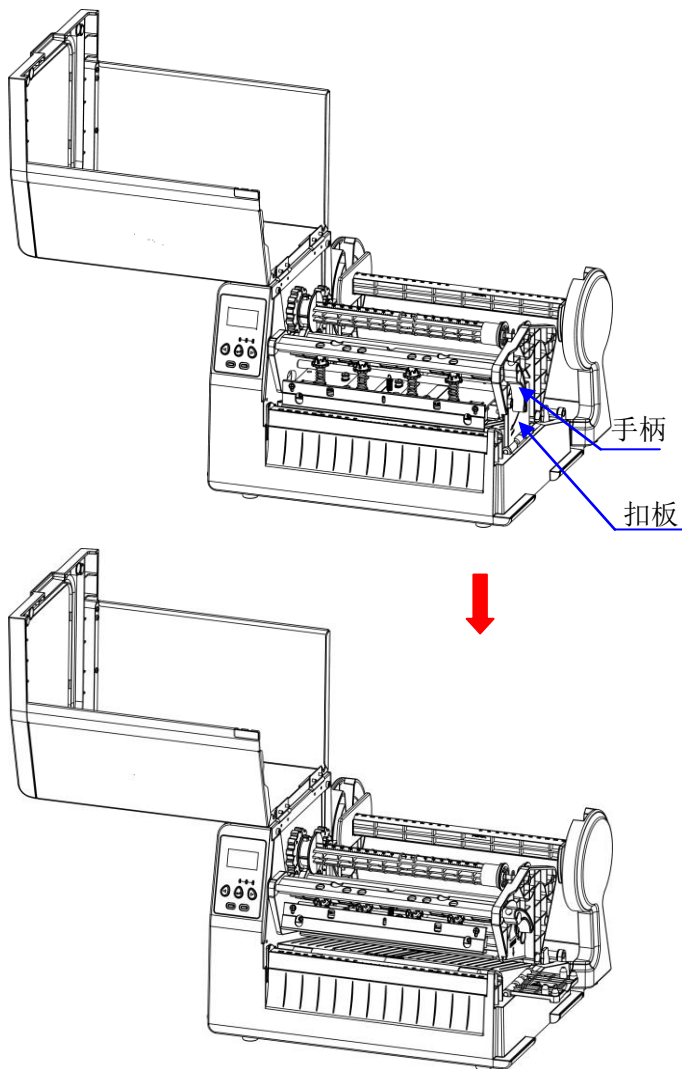

图 8-3
4. 向 OPEN 方向旋开手柄，掀开打印头模组扣板。(图 8-3)
1. 打开打印机右盖，向 OPEN 方向旋开手柄，掀开打印头模组扣板（见图 8-3）。